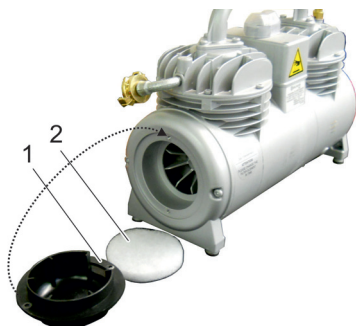

Рис. 16: Техобслуживание компрессора
- Извлеките фильтровальное полотно (рис. 16, поз. 2), очистите его путем выстукивания или продувания. Затем вставьте его обратно; при слишком сильном загрязнении замените фильтровальное полотно.
- При привинчивании крышки проследите, чтобы выемка находилась внизу (см. рис. 16, поз. 1).